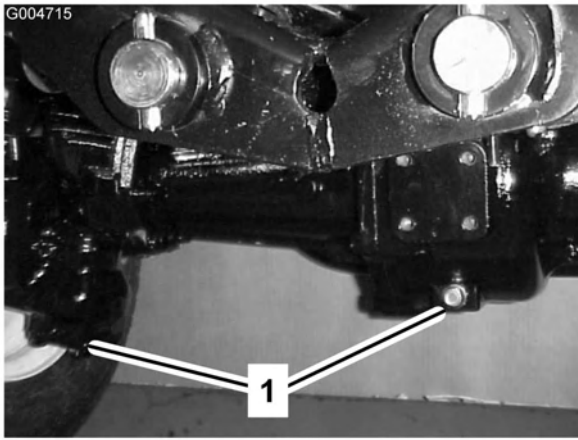

Figura 58
2. Limpe a zona em redor dos 3 tampões de escoamento, 1 em cada extremidade e 1 no centro (Figura 58).